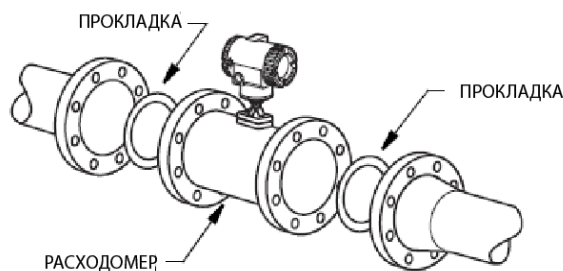

Рисунок 24. Монтаж расходомера 84F
2. Вставьте прокладки между корпусом расходомера и ответными фланцами. См. рис.24. Расположите прокладки так, чтобы внутренний диаметр каждой прокладки был отцентрирован по отношению к внутреннему диаметру расходомера и примыкающего трубопровода.